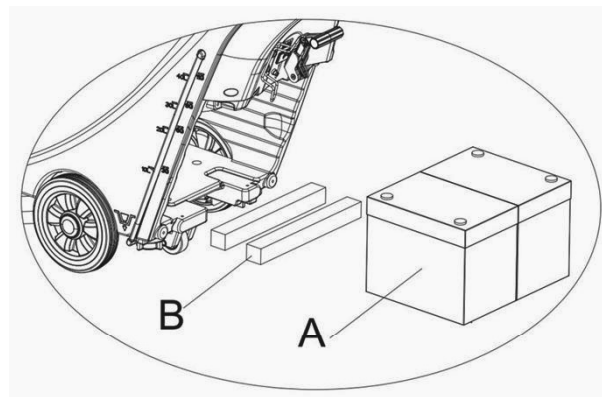

Рисунок 6
- 1) Для аккумуляторов с длиной менее 270мм используйте 2 фиксирующие пластины (**В, рисунок 6**), разместив их рядом друг с другом в аккумуляторном отсеке.
- 2) Для аккумуляторов с длиной от 310 мм до 270мм используйте 1 фиксирующую пластину (**В, рисунок 6**), разместив ее в аккумуляторном отсеке.